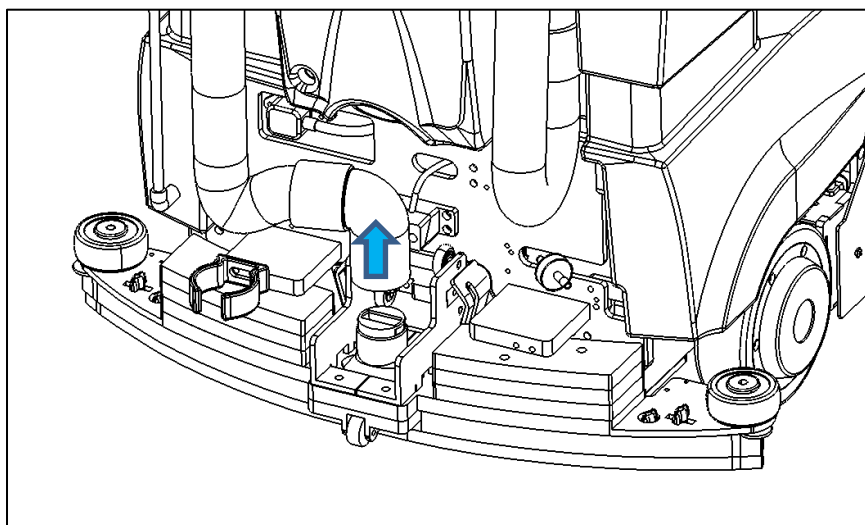

Fig. 1
1. Retirez le tuyau d'aspiration (Fig. 1), en gardant un chiffon à portée de main en cas de déversement d'eau sale.